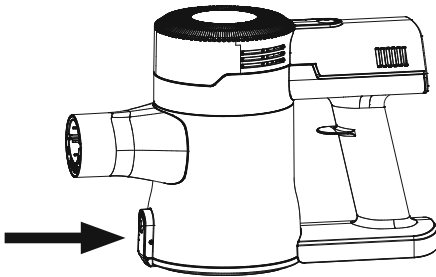

Abb. 5
1) Schalten Sie das Gerät aus. Drücken Sie die Staubbehälter-Entriegelungstaste (8), um die Staubbehälterabdeckung (7) zu öffnen (siehe Abb. 5).